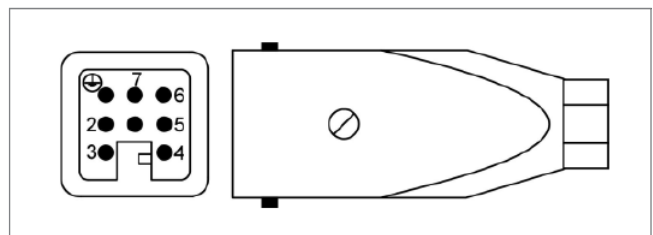

Abbildung 10: Digital Out Signalausgang 8-polig (5)
„Abbildung 10: Digital Out Signalausgang 8-polig (5)“ sowie „Tabelle 12: Kontaktbelegung Digital Out 8-polig (5)“ zeigen den Stecker für 4 digitale Ausgänge. Hierfür wird die Störmeldeleitung Artikel-Nr. 60070.031-V01 benötigt.